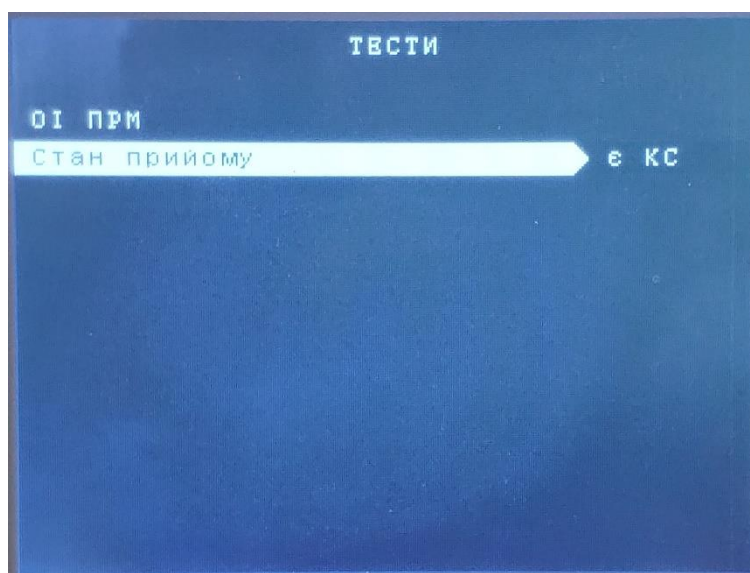

Рисунок 22 – Підрозділ «Тест приймання АК»
3.3. «Тест прийому АК» - підрозділ призначений для тестового виводу на дисплей аварійних команд, що надходять на вхід «ОРІОН» АПК ОІ RХ (див. рисунок 22).